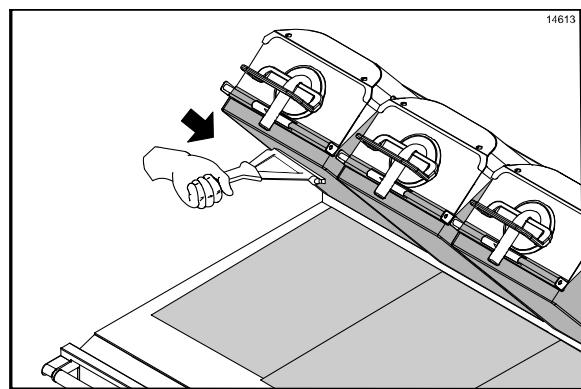

Figura 29
2. Passe o rodo, no sentido de cima para baixo, sobre a folha antiaderente superior. (Veja a Figura 29.)